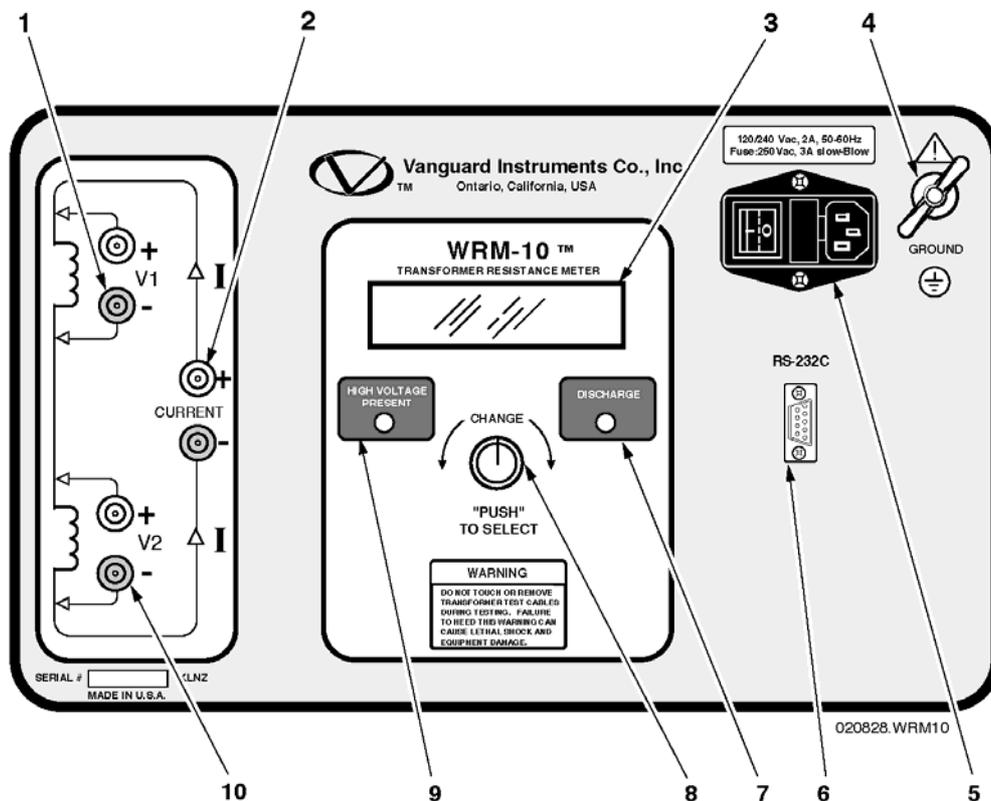

Figura 1.0 Controles e Indicadores del WRM-10
Los controles e indicadores del WRM-10 son mostrados en la Figura 1.0. Una línea guía de orientación señala cada elemento con un número de índice, el cual es una referencia cruzada a la descripción funcional de la Tabla 2.0. Esta tabla describe la función de cada ítem en el panel de control. El propósito de los controles e indicadores pueden parecer obvios e intuitivos, pero los usuarios deben llegar a familiarizarse con ellos antes de intentar utilizar el WRM-10. El manejo accidental de estos controles, usualmente no causará serios estragos. Los usuarios deben también repasar y familiarizarse con el Resumen de Seguridad en la página frontal de este manual.
- a. Conectar el WRM-10 al sistema de tierras de la subestación (Ítem 4 de la Figura 1.0.).